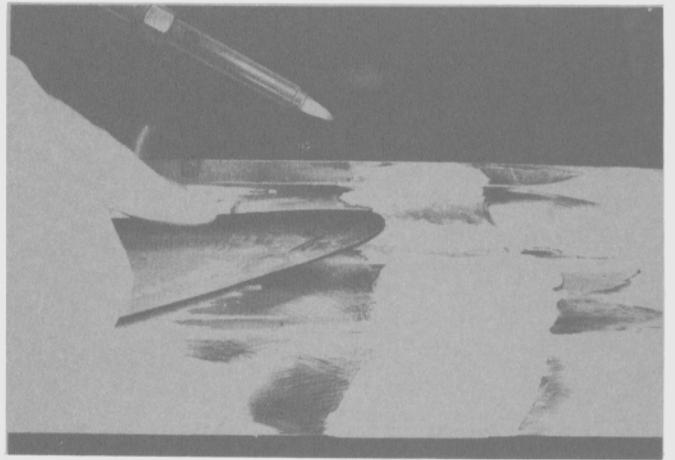

Fig. 195
- Pulir, estañar y rellenar con soldadura las costuras verticales de la sección del zócalo (Fig. 195).